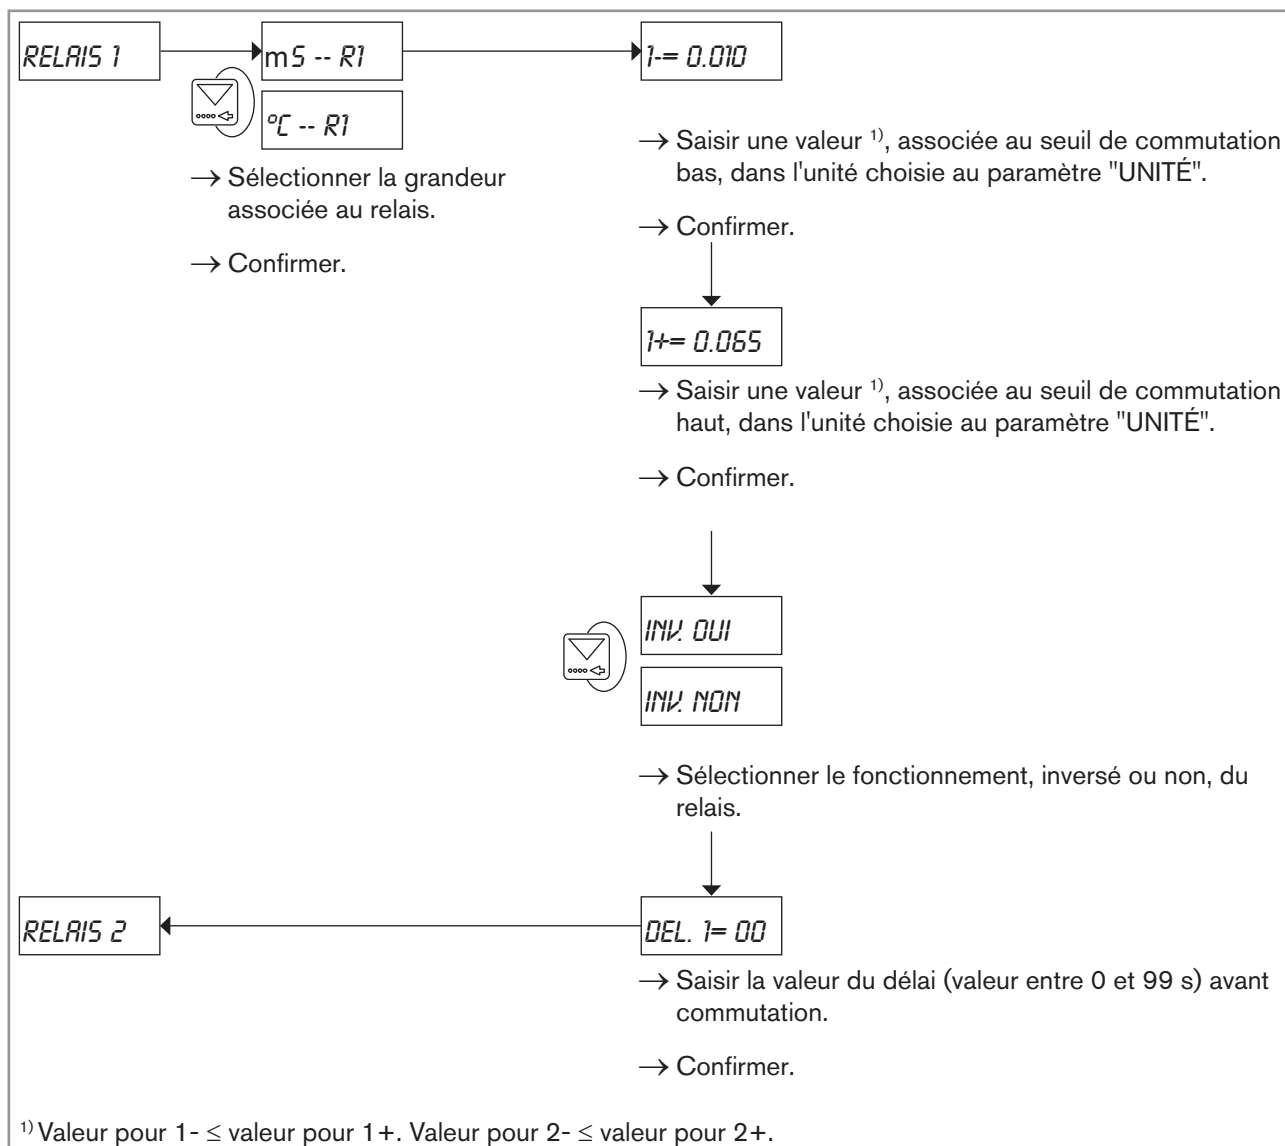

Figure 37 : Diagramme de réglage du relais 1 (ou du relais 2) pour commuter une charge en fonction de 2 seuils
- permet de commuter une électrovanne ou une pompe (en fonction des seuils paramétrés). Dans ce cas, le paramétrage est similaire à celui du relais 1 : voir Figure 37 ci-dessus.